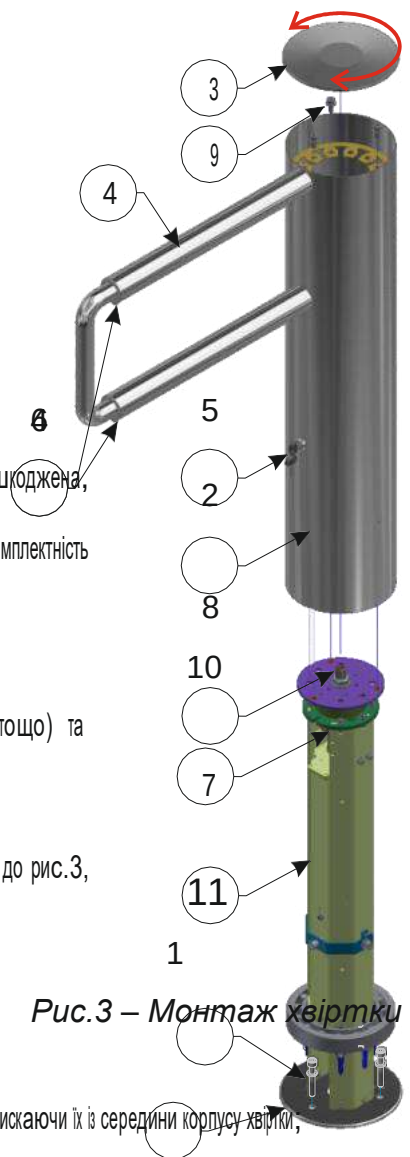

Рис.3 – Монтаж хвіртки
Хвіртка турнікету складається з стійки 7 з нерухомою основою 1 (Рис.3).
4) Зробити на поверхні майданчика розмітку отворів для кріплення турнікету відповідно до рис.3, просвердлити їх у поверхні та вставити кожухи анкерів.
- Закріпити турнікет за допомогою наявних у комплекті поставки (див. рис.3) анкерів 11 (12x120 M10).